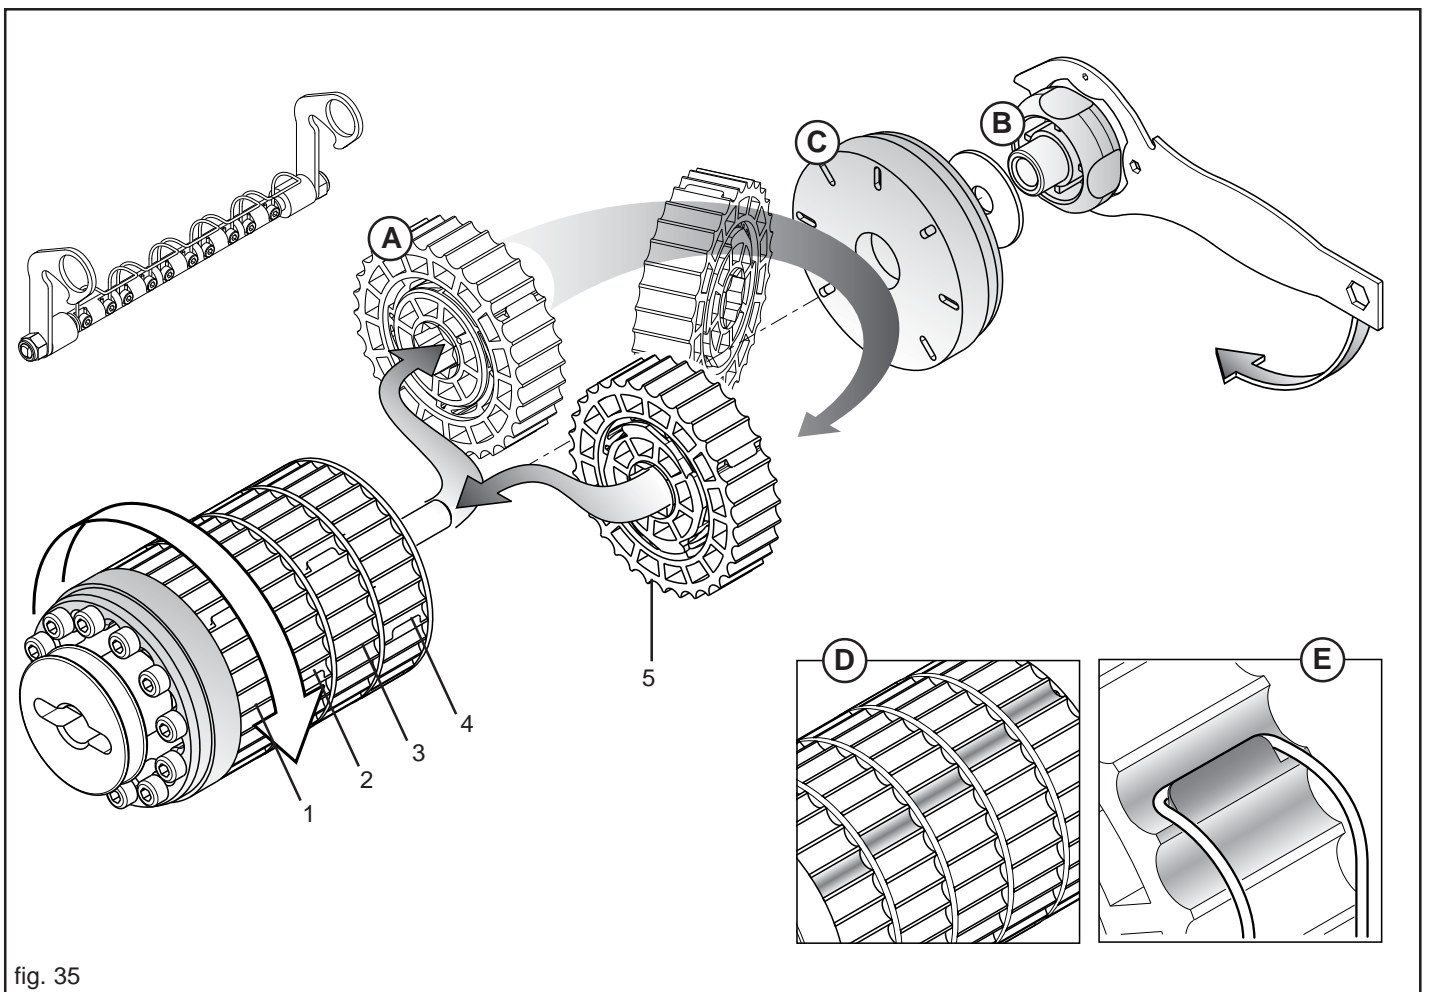

fig. 35
Vorausgesetzt, dass jedes Element (A, Abb. 35) 20% der gesamten Dosierrolle verteilt, können die arbeitenden Elemente erhöht werden, um die Drehgeschwindigkeit des Getriebes zu reduzieren und um dadurch eine gleichmäßigere Produktstreuung zu erhalten.
Nach dem Abbau der Dosierrolle von dem Gerät ist der Kugelgriff (B, Abb. 35) mit dem beigegebenen Schraubenschlüssel abzuschrauben und dann ist die Feststellnutmutter (C) zu entfernen. Das ausgeschlossene Element oder die ausgeschlossenen Elemente abziehen und um 180° gedreht wieder anbringen, **wobei die korrekte Position der einzelnen Elemente einzuhalten ist** (1-2-3-4-5, Abb. 35).
Beim Anbringen der Elemente ist derart vorzugehen, dass die Kehlen der aktiven Elemente bei der Arbeit zueinander verschoben sind (D, Abb. 35), um eine kontinuierliche Streuung zu gewährleisten.
Das Reinigungselement in der Arbeitsposition festspannen und sicherstellen, dass die Federn an den entsprechenden, auszuschließenden Elementen (E, Abb. 35) befestigt sind, um deren Drehung und folglich die Streuung zu verhindern.